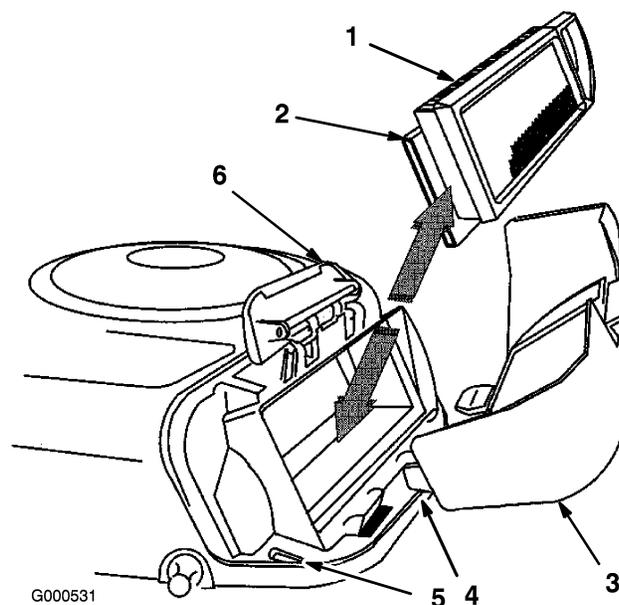

Figure 22
4. Sortez avec précaution les éléments en papier et en mousse du carter de soufflante (Figure 22).